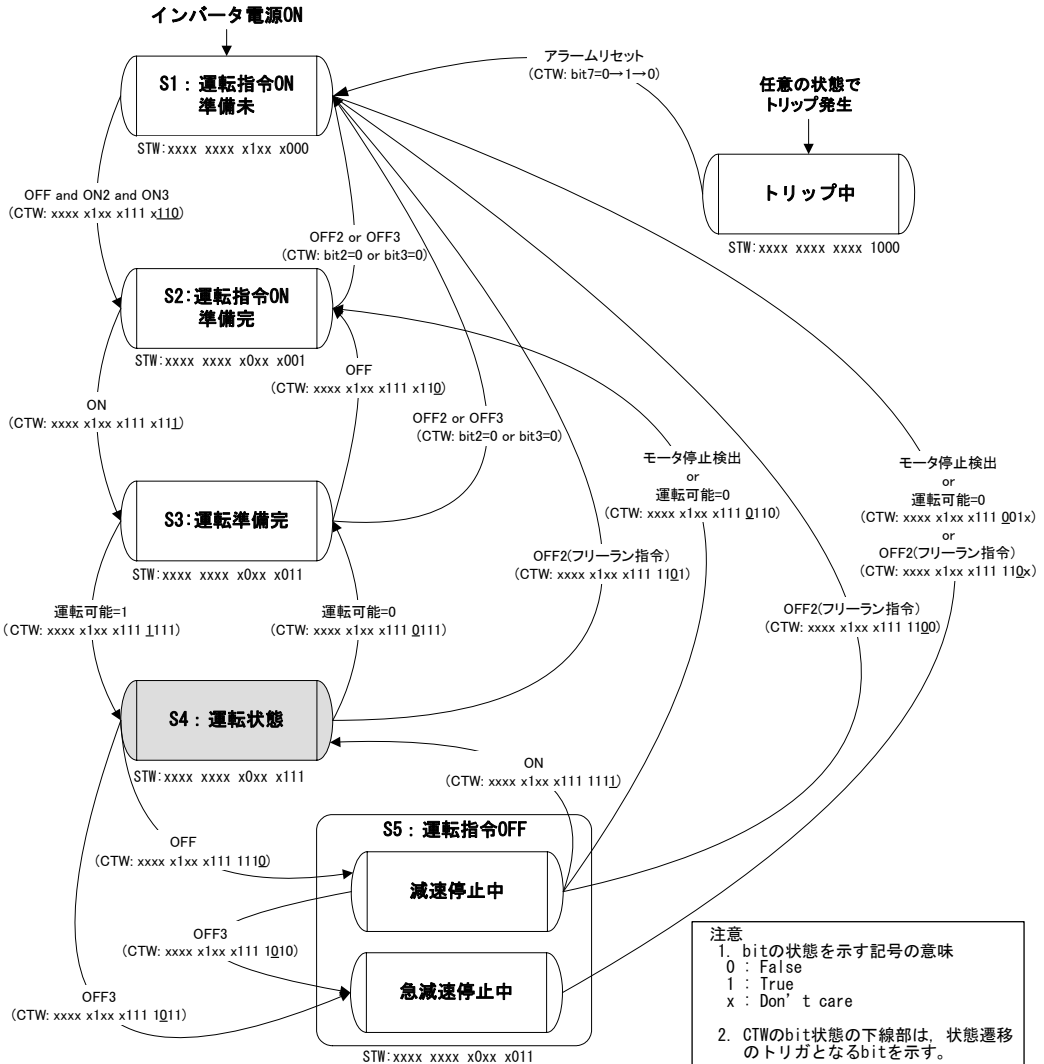

図14 PROFIdriveの状態遷移図
📖 STWはPROFIdriveの状態遷移を表します。状態遷移については、図14を参照してください。
以下にPROFIdriveの状態遷移図を示します(図14)。
**注意** 図14では、説明の簡単化のためCTWのbit4~6およびbit10は常時1としています。これらのbit値が1でないと状態遷移が正しくても、インバータは運転状態となりません。